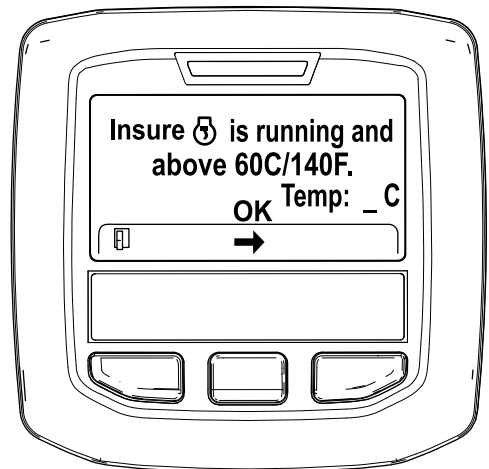

Figura 52
5. Si la temperatura del refrigerante se encuentra por debajo de 60 °C (140 °F) aparece el mensaje "Insure  is running and above 60C/140F" (Asegúrese de que está funcionando y por encima de 60 °C/140 °F). (Figura 52).